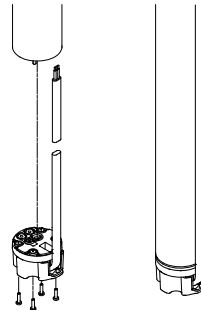

Fig. 8
4. Anslut kabelanslutningen till motorns stickkontakt. Kabelanslutningen kan ej monteras fel, se fig. 8.
5. Montera och dra åt de fyra skruvarna (1 - 1,5 Nm), se fig. 8.